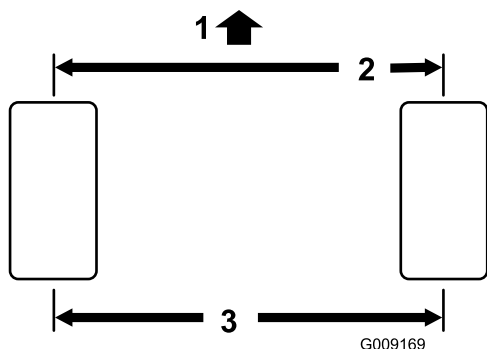

Figura 57
2. Misurate l'interasse (all'altezza dell'assale) sulla parte anteriore e posteriore dei pneumatici di sterzo (Figura 57).